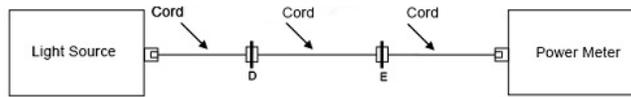

図 7. 基準の設定
- a. ランチ・コード、代替コード、およびテイル・コードを使用して、光源とパワー・メーターとの間に基準を設けます（図 7 参照）。